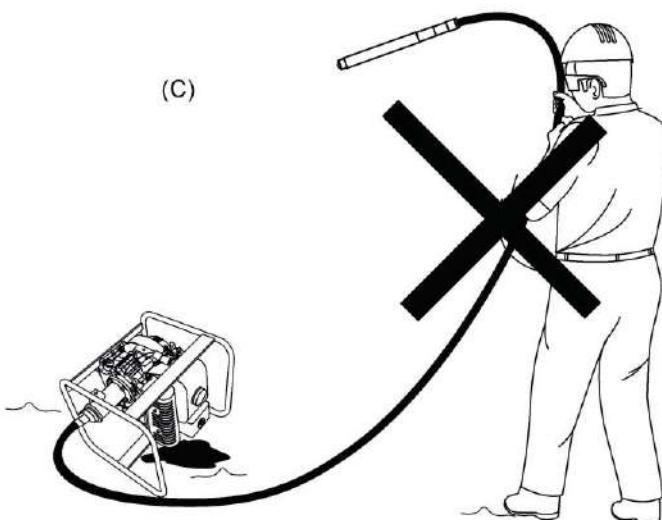

FIGURA 28. NO ARRISTRAR.
- Nunca arrastre la unidad motriz tirando de la manguera de la flecha flexible (A), daña drásticamente a la flecha (B), reduce considerablemente la vida útil de su vibrador y puede causar un accidente al voltear sin control la unidad motriz (C). Figura 28.